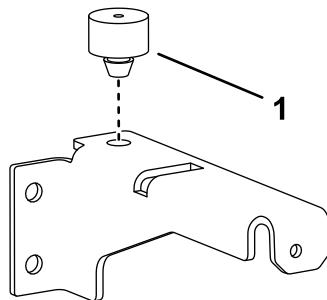

Figure 8
2. Montez la butée sur le support de carénage gauche (Figure 8).
- Montez la butée sur le support de carénage gauche (Figure 8).